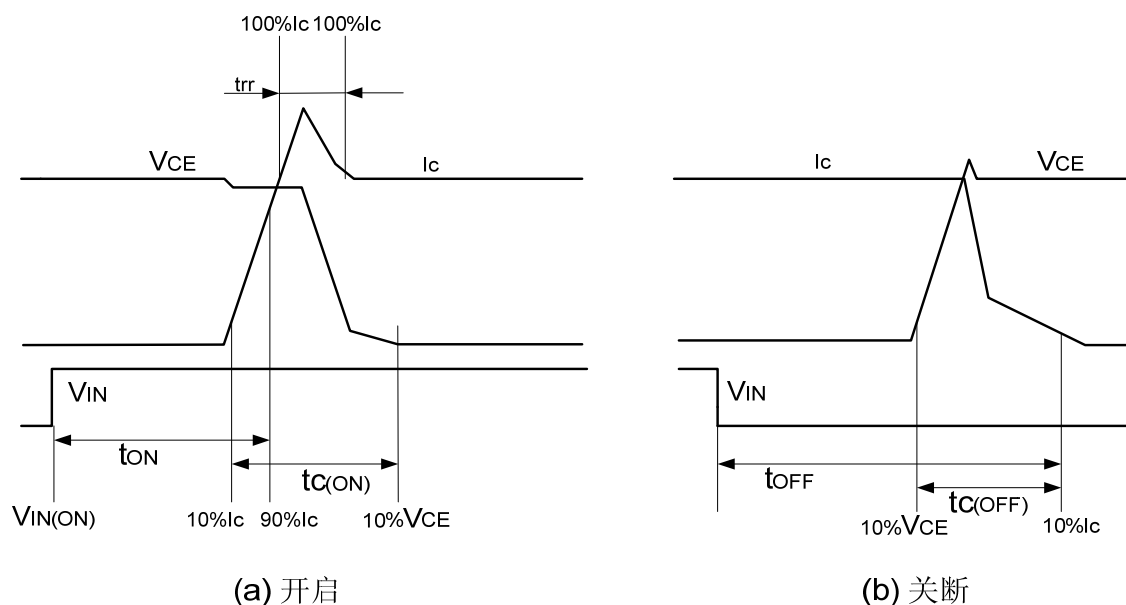

图 4: 开关时间定义
备注 2: tON 和 tOFF 包括驱动 IC 内部传输延迟时间。tC(ON) 和 tC(OFF) 是 IGBT 自身被内部给定门极驱动条件下的开关时间。详见图 4。